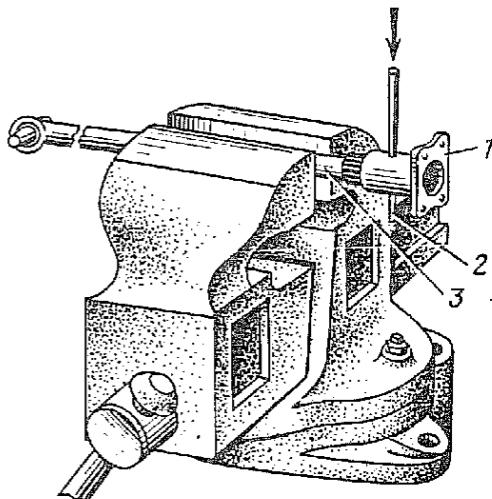

Рис. 161. Выпрессовка стопорного штифта
1.3. Выбить стопорный штифт 2 (рис. 161) и спрессовать фланец 1 с полуоси 3 (бородок слесарный 4, молоток 500 г, тиски 1-150, накладки для губок тисков, съемник).